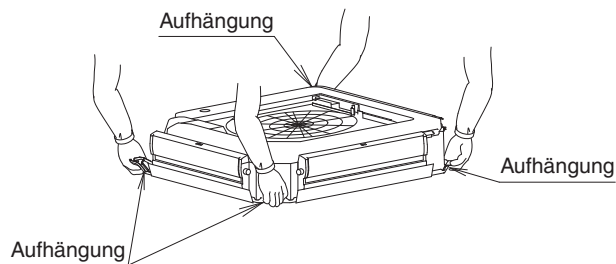

Abb. 9
- Fassen Sie das Innengerät beim Tragen an den Metallbeschlägen für die Aufhängung an. (Siehe Abb. 9)